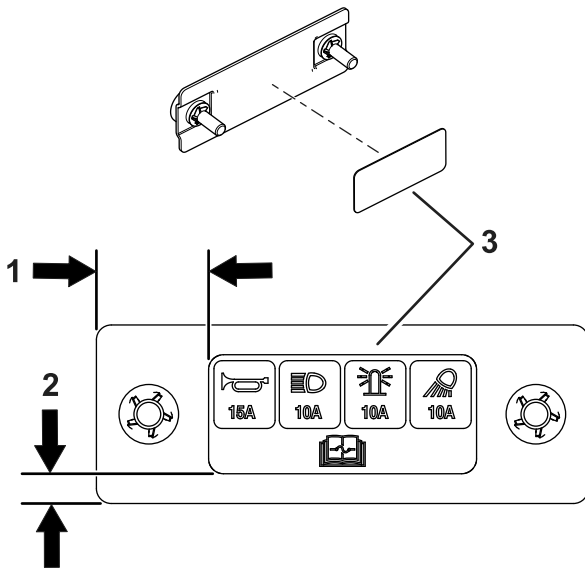

図 10
9. ヒューズカバーにデカールを 図 10 のように貼り付ける。